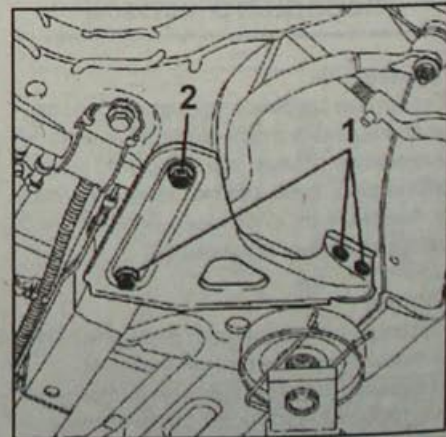

Рис. 10.24. Расположение болтов (1 и 2) крепления усилителя подмоторной рамы
- Выверните три болта (1, рис. 10.24) крепления усилителя подмоторной рамы, ослабьте затяжку болта (2) и поверните усилитель.